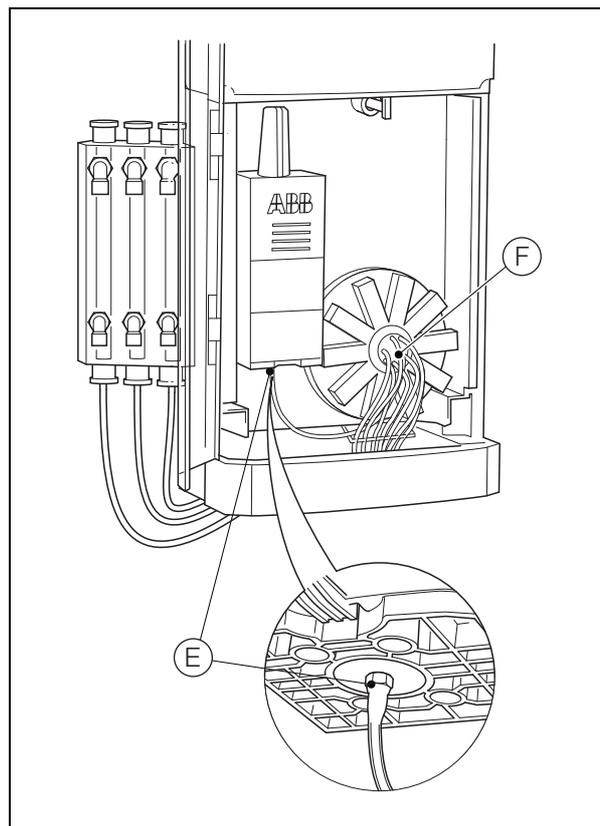

Fig. 13.6 Sustitución del tubo de interconexión
## 3. Con referencia a Fig. 13.6:
2. Con referencia a Fig. 13.6, conecte el nuevo tubo de interconexión al conector (C) en la base del conjunto de célula de medida.